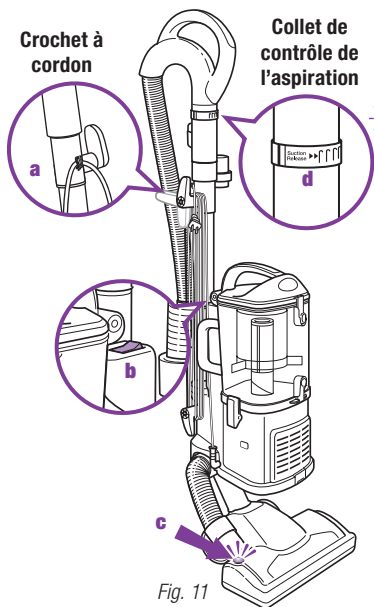

Fig. 11
- 2 Fixez le cordon à son crochet (a). (Fig. 11)
- 5 **À cause de l'énorme force de succion de cet aspirateur, il peut être nécessaire de temps à autre d'ajuster le contrôle de l'aspiration (d) sur la poignée. (Fig. 11) Si l'aspirateur semble difficile à pousser ou à tirer ou s'il soulève les carpettes, ajustez le contrôle de l'aspiration en faisant tourner le collet de 90° dans le sens opposé à celui des aiguilles d'une montre, pour ouvrir la soupape. Faites tourner le collet dans le sens des aiguilles d'une montre pour fermer la soupape si vous avez besoin d'une succion plus forte, ou pour balayer les planchers.**